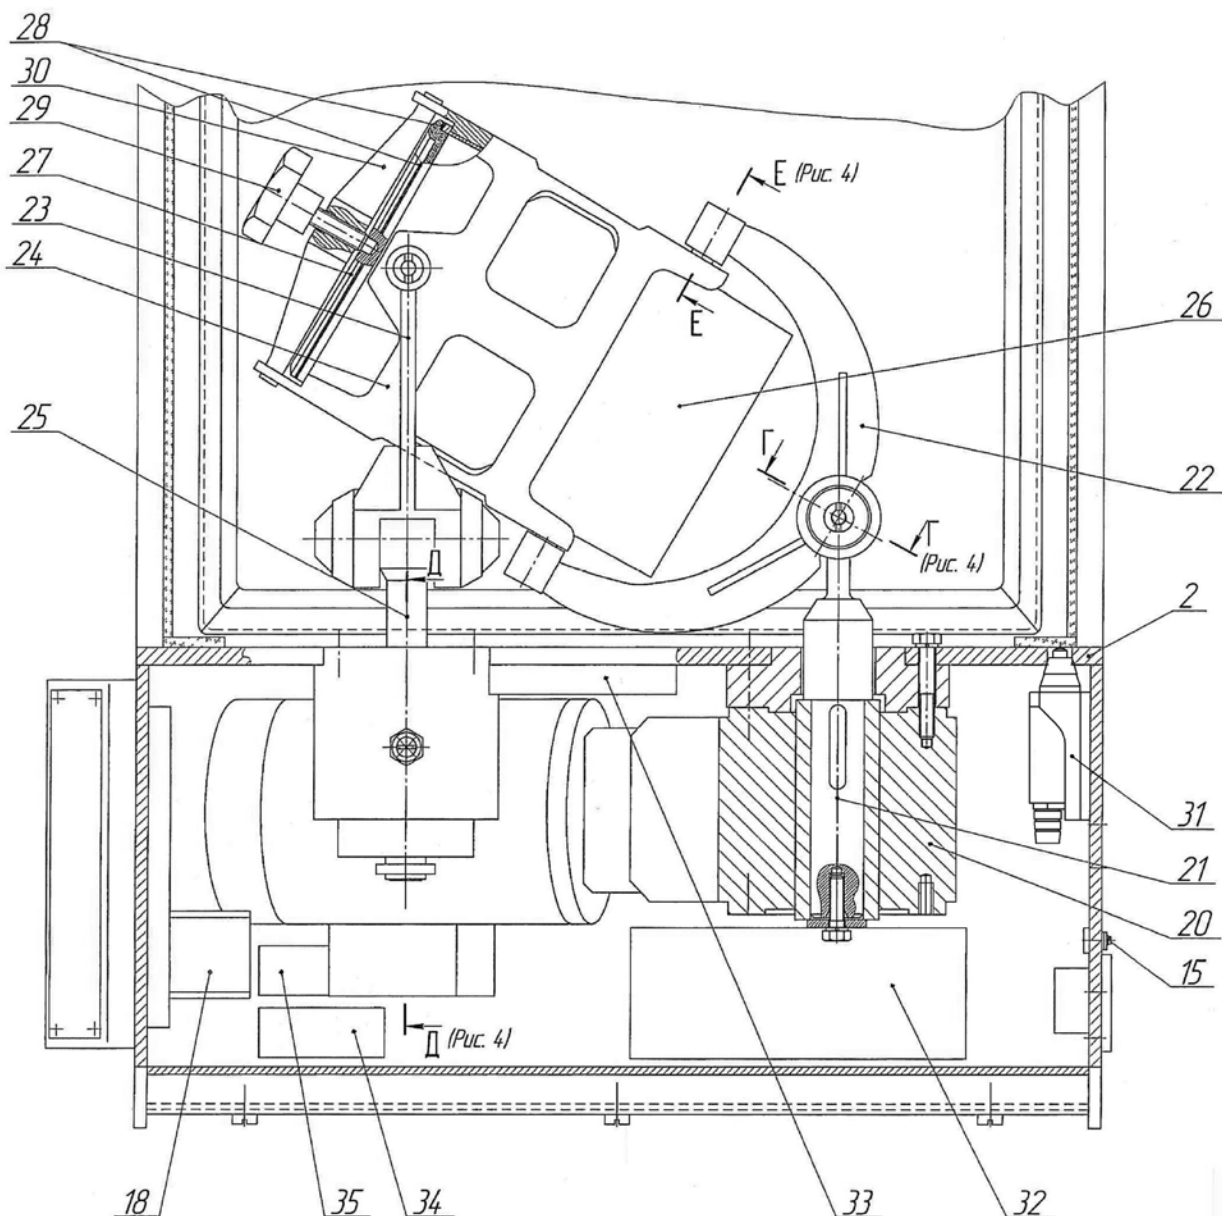

Рис. 3 Смеситель С 2.0 (Разрез В-В⊙)
- в) вывинчивая прижим 29 (Рис. 3), выньте траверсу 29;
2.4.4 Для снятия мотор-редуктора (Рис. 3 разрез В-В):